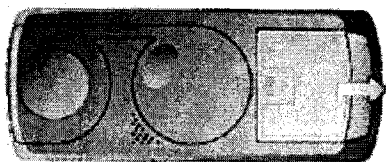

Figura 61. Retirada de la tapa del compartimento de las pilas.
4. Presione ligeramente sobre la tapa del compartimento de las pilas, empújela en la dirección que indica la flecha y, a continuación, gírela hacia arriba (Figura 61).